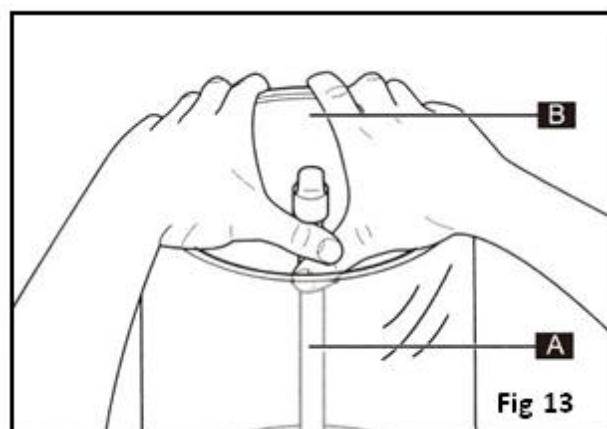

Fig. 13
- Rilasciare la vasca dal corpo dell'apparecchio, utilizzando due dita per rimuoverla dalla parte fissa in acciaio dell'asta miscelatore (A) e le altre dita per stringere il bordo della vasca (B) (Fig. 13).